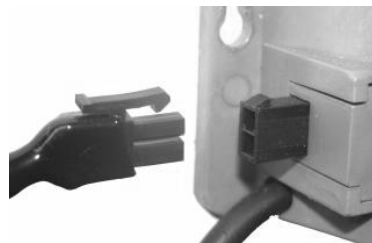

Рис. 4
- Специально профилированные клеммы исключают вероятность ошибки при подключении датчика протока (Рис.4).